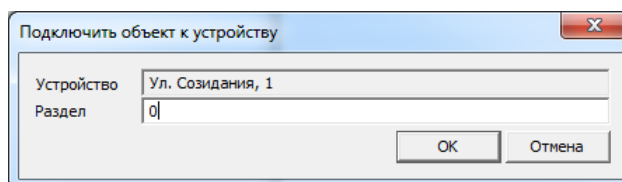

Рис. 4.35. Окно *Подключить объект к устройству*
3. Нажмите кнопку  на панели инструментов. В открывшемся окне *Подключить объект к устройству* (рис. 4.35) укажите номер раздела, соответствующего этому объекту, и нажмите кнопку *ОК*.